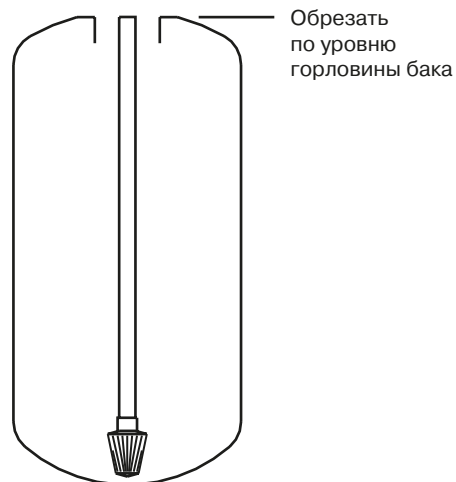

Рис. 2. Обрезка трубы дистрибьютора
2. Установите и отцентрируйте распределительную трубу с нижней корзиной в корпусе установки (рис. 2, 3).
3. Обрежьте трубу дистрибьютора в соответствии с рис. 2. При использовании адаптера 4"x2,5" (корпуса с горловиной 4") для установки управляющего клапана указанный размер отсчитывается после установки адаптера.